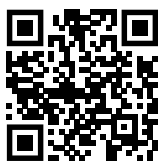

Fig. 62
- Öffnen sie das Liebherr SmartMonitoring Dashboard. (siehe Fig. 62)